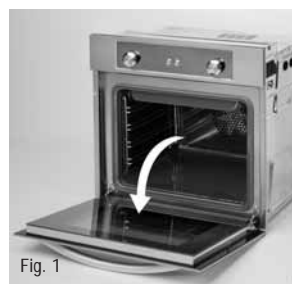

Fig. 1
1. Ouvrez complètement la porte du four (voir fig. 1).